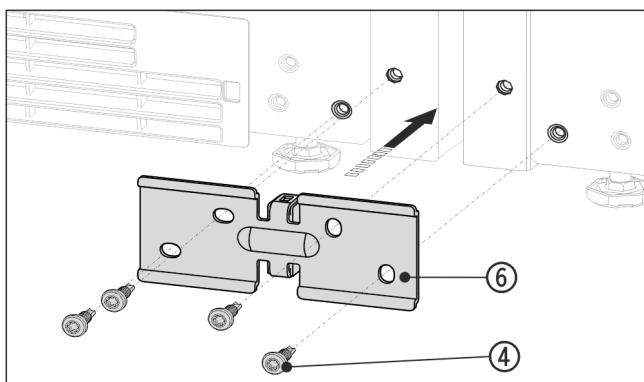

Fig. 14 Simbolična slika
- ▶ Kotnik Fig. 14 (6) z distančnikom potisnite med aparata in ga rahlo privijte s 4 vijaki Fig. 14 (4).